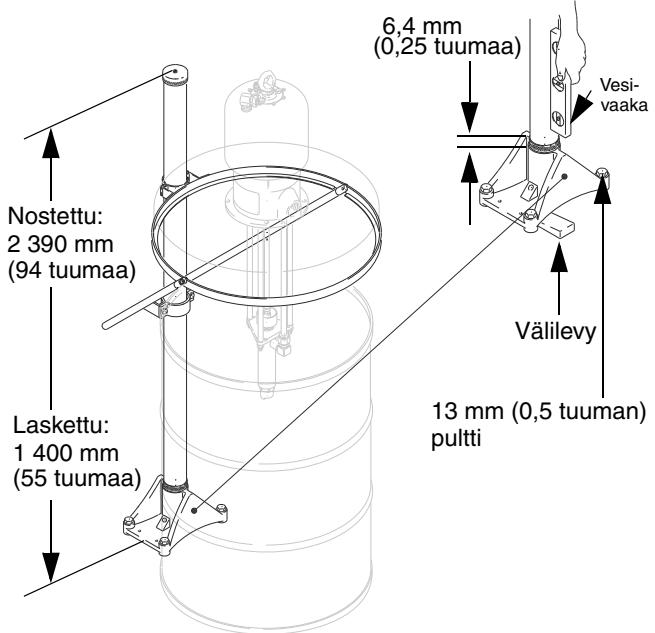

Fig. 2
Sijoita nostolaite siten, että yläpuolelle jää vähintään 2,75 m (9 jalkaa). Merkitse ja poraa reiät 13 mm:n (0,5 tuumaa) asennuspulteille. Katso kuva Fig. 2 sekä mittapiirustuksia sivulla 15. Aseta jalusta (17) vaakasuoraan käyttäen tarvittaessa välilevyjä. Kiinnitä jalusta lattiaan 13 mm:n (0,5 tuumaa) asennuspulteilla, jotka ovat riittävän pitkät estääkseen nostolaitetta kaatumasta.